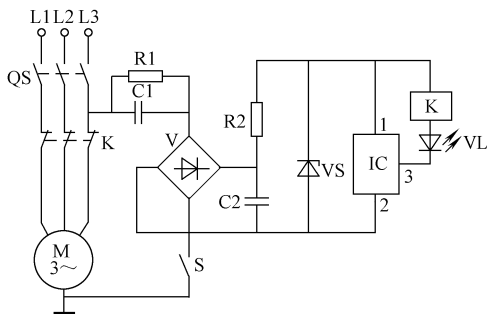

图 6-3 电动缝纫机节电电路
电动缝纫机节电电路如图6-3所示,电路中的主要元器件由霍尔开关集成电路IC及继电器K组成。合上开关QS,电源接通,经R1和C1阻容降压、硅整流桥V整流、C2滤波、VS稳压后,向IC提供12V直流电源。在操作人员未踏动缝纫机踏板时,磁铁处于IC相对应的工作位置,K通电吸合,打开了常闭触点,缝纫机未通电,红色发光二极管VL发亮。反之,踏动缝纫机,由于固定安装于缝纫机离合器操纵杆上的磁铁随之下移,IC失去磁场作用,其③脚呈低电位,K失电释放,主电路常闭触头闭合,M运转,VL熄灭。